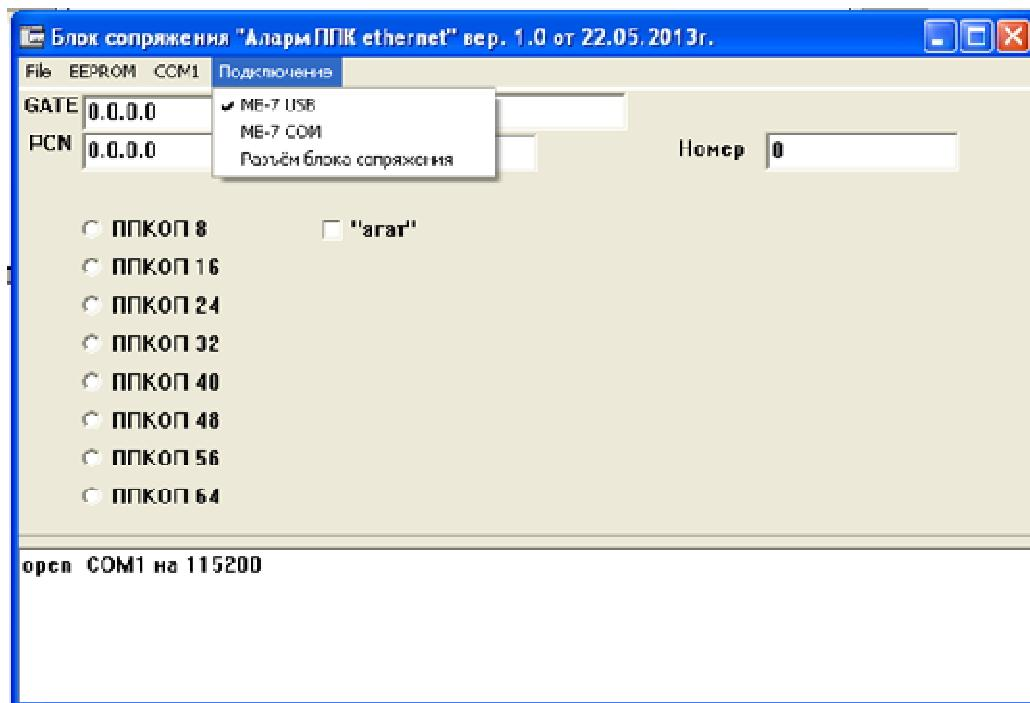

Рисунок 2 – Настройка программы для работы с MB-7
2.6.5 Запустить программу BSprog.exe. Выбрать в меню «Подключение» тип подключенного устройства, в меню СОМ – требуемый СОМ-порт (рисунок 2).